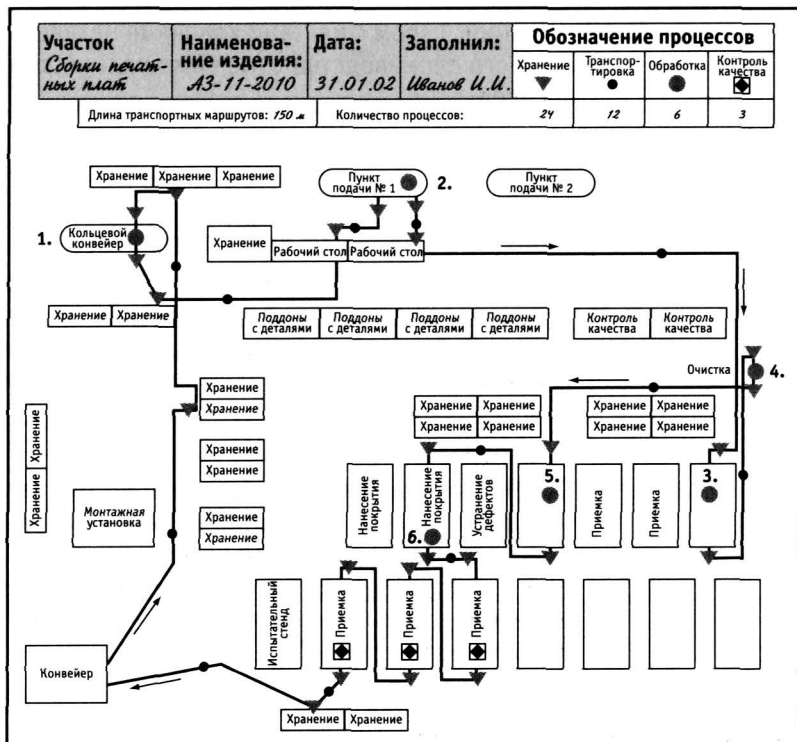

Рис. 3-3. Карта технологического процесса на участке сборки печатных плат.
Для быстрого и эффективного анализа текущей ситуации следует использовать несколько инструментов одновременно. Мы предлагаем вашему вниманию пять из них. На рис. 3-3, 3-4, 3-5, 3-6 и 3-7 приводятся образцы применения следующих инструментов:
4. Составьте карту технологического процесса. На рис. 3-3 приводится образец такой карты. Приступайте к работе над картой прямо в цехе. Для обозначения процессов и операций в цехе пользуйтесь значками с рис. 3-2. Карта технологического процесса поможет выявить потери, сделав их наглядными. Для этого достаточно просто отслеживать ход выполнения стандартных операций. Соедините линиями значки, обозначающие процессы, и укажите направление движения производственного потока, а также направление движения продукции при выполнении каждой операции. На карте можно использовать и другие обозначения. Анализируя транспортировку, отметьте расстояние между пунктами и укажите тип пере-